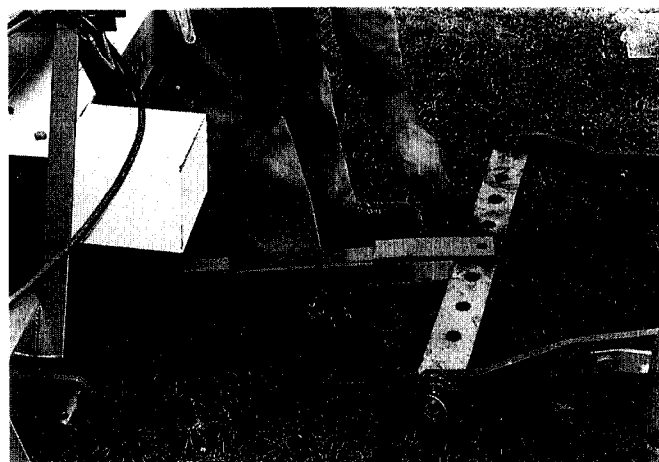

fig. 26
- Påsæt koblingsstangen til traktorens koblingsstang (Fig. 26),